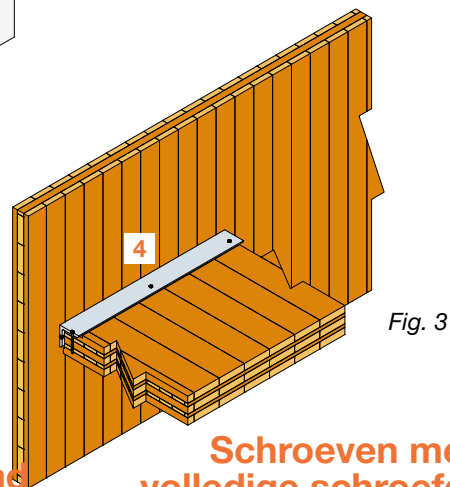

Fig. 3
- bij een stalen muurlijst wordt de vloer bevestigd met schroeven **ESCRHRD** (fig. 3).